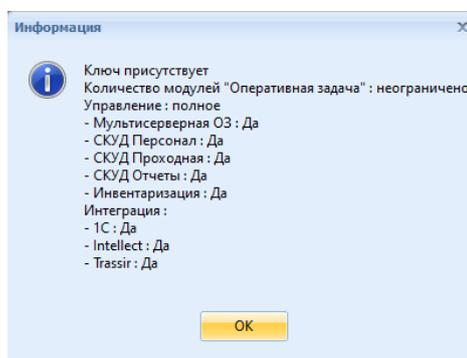

Рисунок 18.4 – Окно «Параметры ключа защиты»
– «Показать параметры ключа защиты» – вызвать информационное окно, содержащее параметры ключа защиты, подключенного к компьютеру (рисунок 18.4).